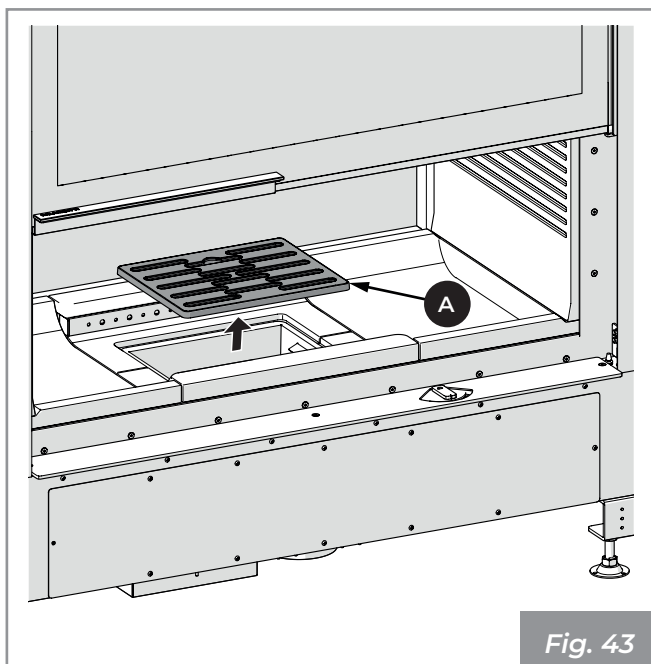

Fig. 43
- 1) Asegurarse que la rejilla (A) (Fig. 43) esté libre por eventuales residuos de combustión que puedan obstruir el libre pasaje de aire. Retirla y efectuar la limpieza del fogón utilizando una escobilla (no en dotación) llevar los residuos de la combustión al cajón de cenizas. Prestar atención a eventuales brasas ardientes.